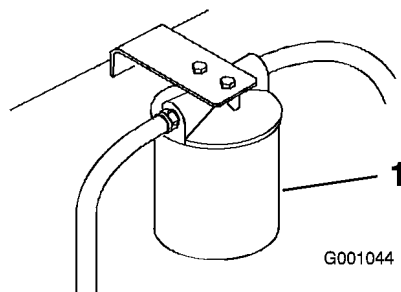

Figure 59
3. Placez un bac de vidange sous le filtre, déposez le filtre usagé et essuyez la surface du joint de l'adaptateur (Figure 59).